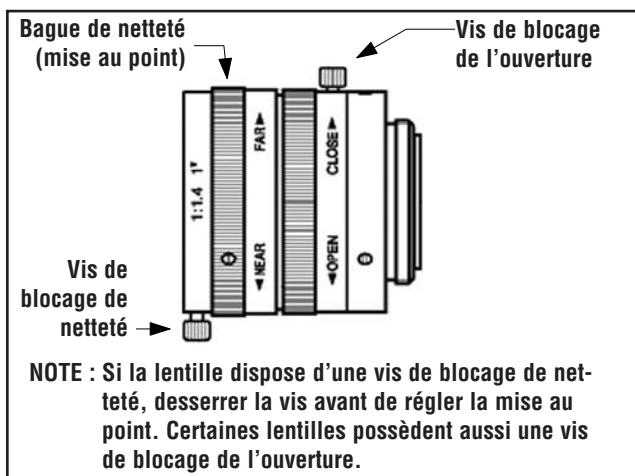

Figure 4-2. Bague de netteté et vis de blocage de l'objectif
- d. Faire la mise au point en tournant la bague de netteté de l'objectif (illustrée dans la Figure 4-2) jusqu'à maximiser la netteté. Voir la rubrique Mise au point de l'objectif en page 26.